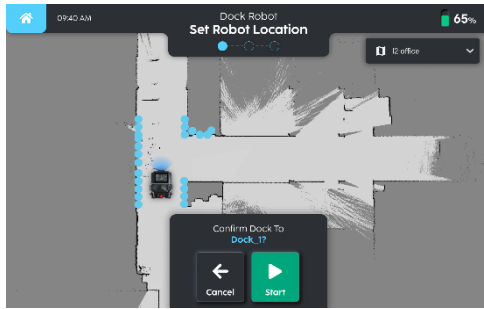

Fig. 5
2. Zodra de Robot gelokaliseerd is, selecteert u het laadstation voor het koppelen (fig. 5).
3. Druk op 'Start' (fig. 5).